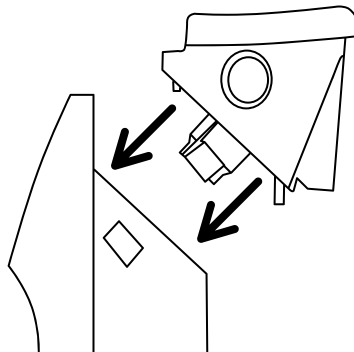

Рис. 4
2. Вставьте разъём электроподключения («папа») на блоке управления в соответствующий разъём («мама») на конвекторе. Обратите внимание, что он может быть вставлен только в одном положении, когда специальная защёлка находится справа. Убедитесь, что соединение надежно и разъём блока управления полностью закреплён в конвекторе. Если разъём вставлен до конца, то должен раздаться щелчок (рис. 4).